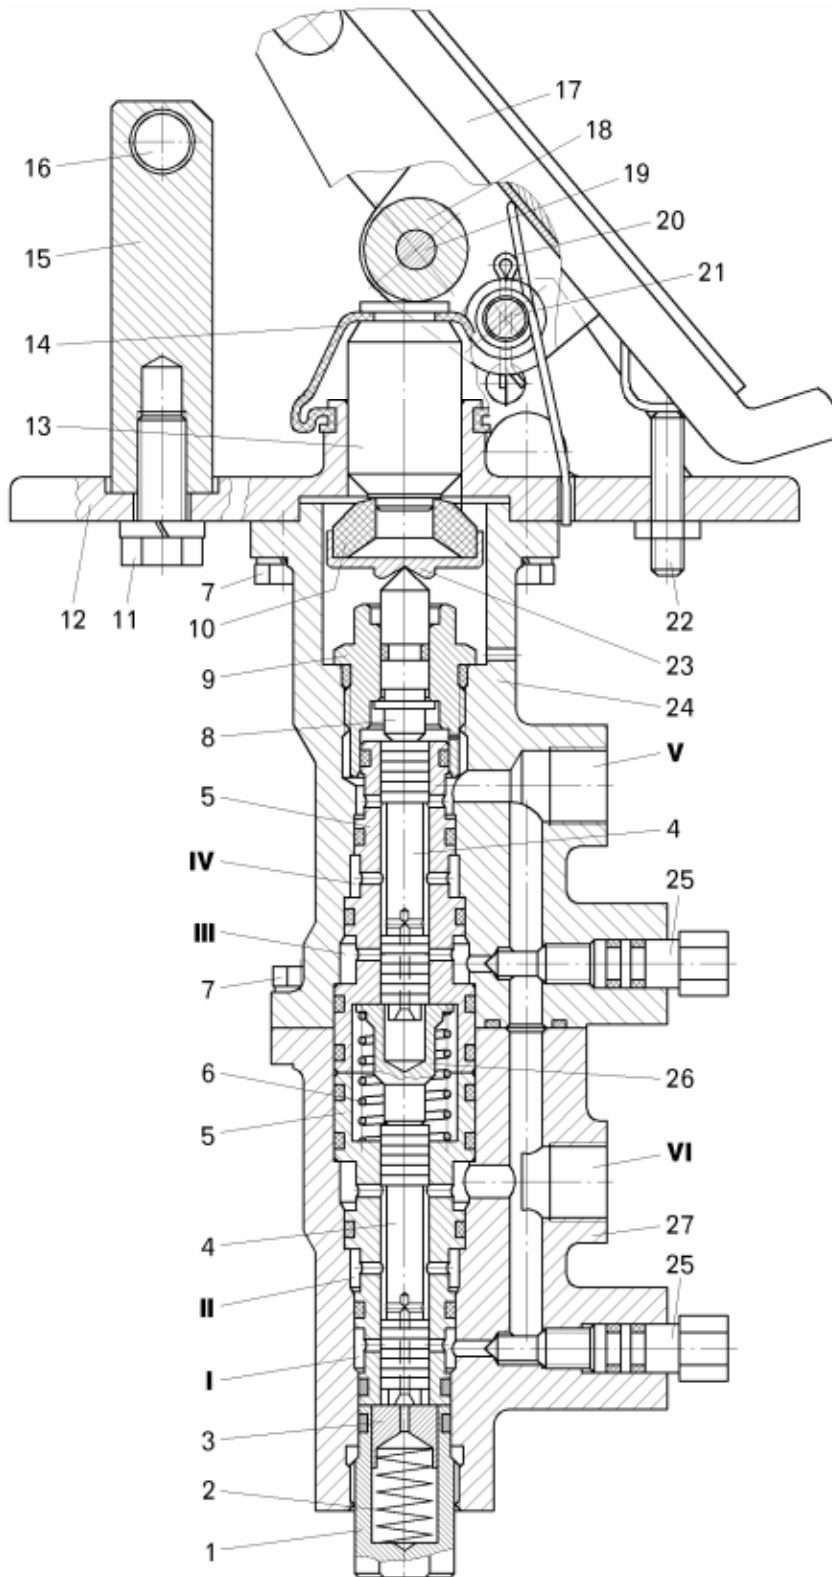
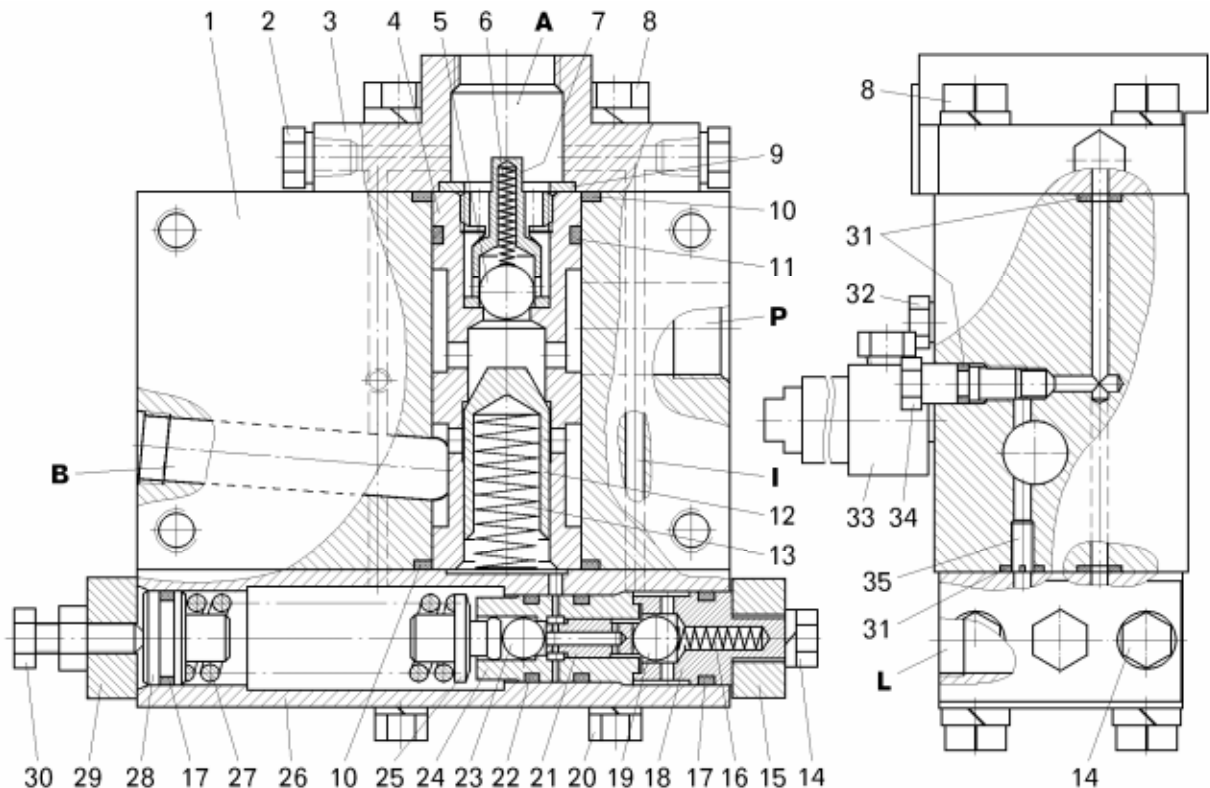

Рисунок 12.15 – Тормозной кран:
Рисунок 12.16 – Автомат разгрузки насоса:
- завернуть запорные иглы 25 (смотри рисунок 12.15) на тормозном кране и иглу 29 (смотри рисунок 12.16) автомата разгрузки насоса.
- разрядить масляную полость пневмогидроаккумулятора отворачиванием запорной иглы 34 (рисунок 12.16) на два-три оборота;
- вставить гильзу 24 (смотри рисунок 12.16) с уплотнительными кольцами 22 в корпус 26 блока управления;
Подать в канал Р (смотри рисунок 12.16) рабочую жидкость с расходом (40±10) л/мин, канал А соедините с пневмогидроаккумулятором, каналы В и L соединить со сливом в бак.
- разрядить масляные полости пневмогидроаккумуляторов, отворачиванием запорных игл 25 (смотри рисунок 12.15) тормозного крана и запорной иглы 34 (смотри рисунок 12.16) автомата разгрузки насоса на два-три оборота;
- завернуть запорные иглы 25 (смотри рисунок 12.15) на тормозном кране и запорную иглу 34 (смотри рисунок 12.16) на автомате разгрузки насоса.
Разрядить масляные полости пневмогидроаккумуляторов отворачиванием запорных игл 25 (смотри рисунок 12.15) тормозного крана и запорной иглы 34 (смотри рисунок 12.16) автомата разгрузки насоса на два-три оборота.